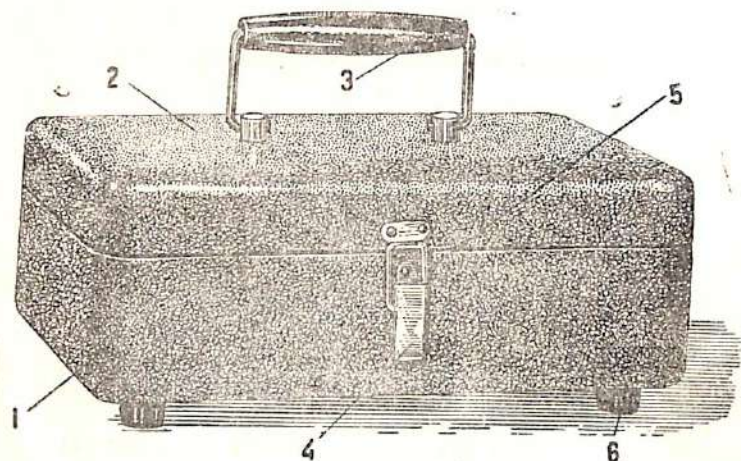

Рис. 1.
АВОметр (рис. 1 и 2) смонтирован в железном футляре (1). На крышке (2) закреплена ручка (3) для переноски прибора. Футляр закрывается специальным замком (4) с защёлкой (5). Крышка установлена на петлях. Однако для удобства работы с прибором (в особенности в стационарных условиях) крышка может быть легко снята с петель. Футляр установлен на четырёх ножках (6).